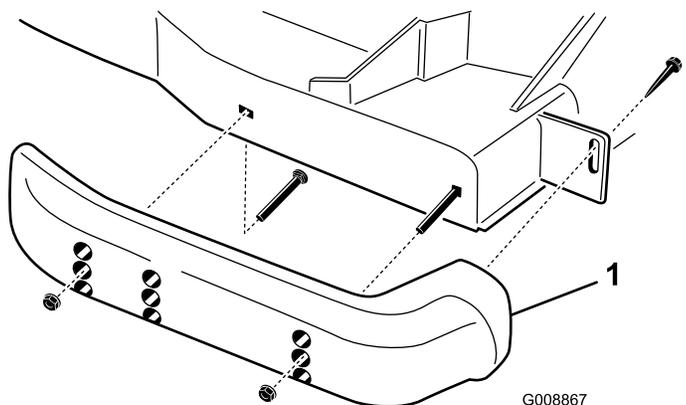

Figure 25
1. Desserrez la vis à l'avant de chaque patin (Figure 25).
2. Retirez les boulons à embase et les écrous de chaque patin (Figure 25).